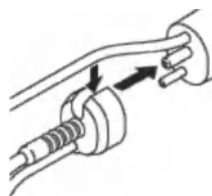

Рисунок 93 — Установка коннектора трубок рукоятки
2. Отделите пучок трубок и прикрепите коннектор трубок рукоятки к концу рукоятки (рисунок 93).